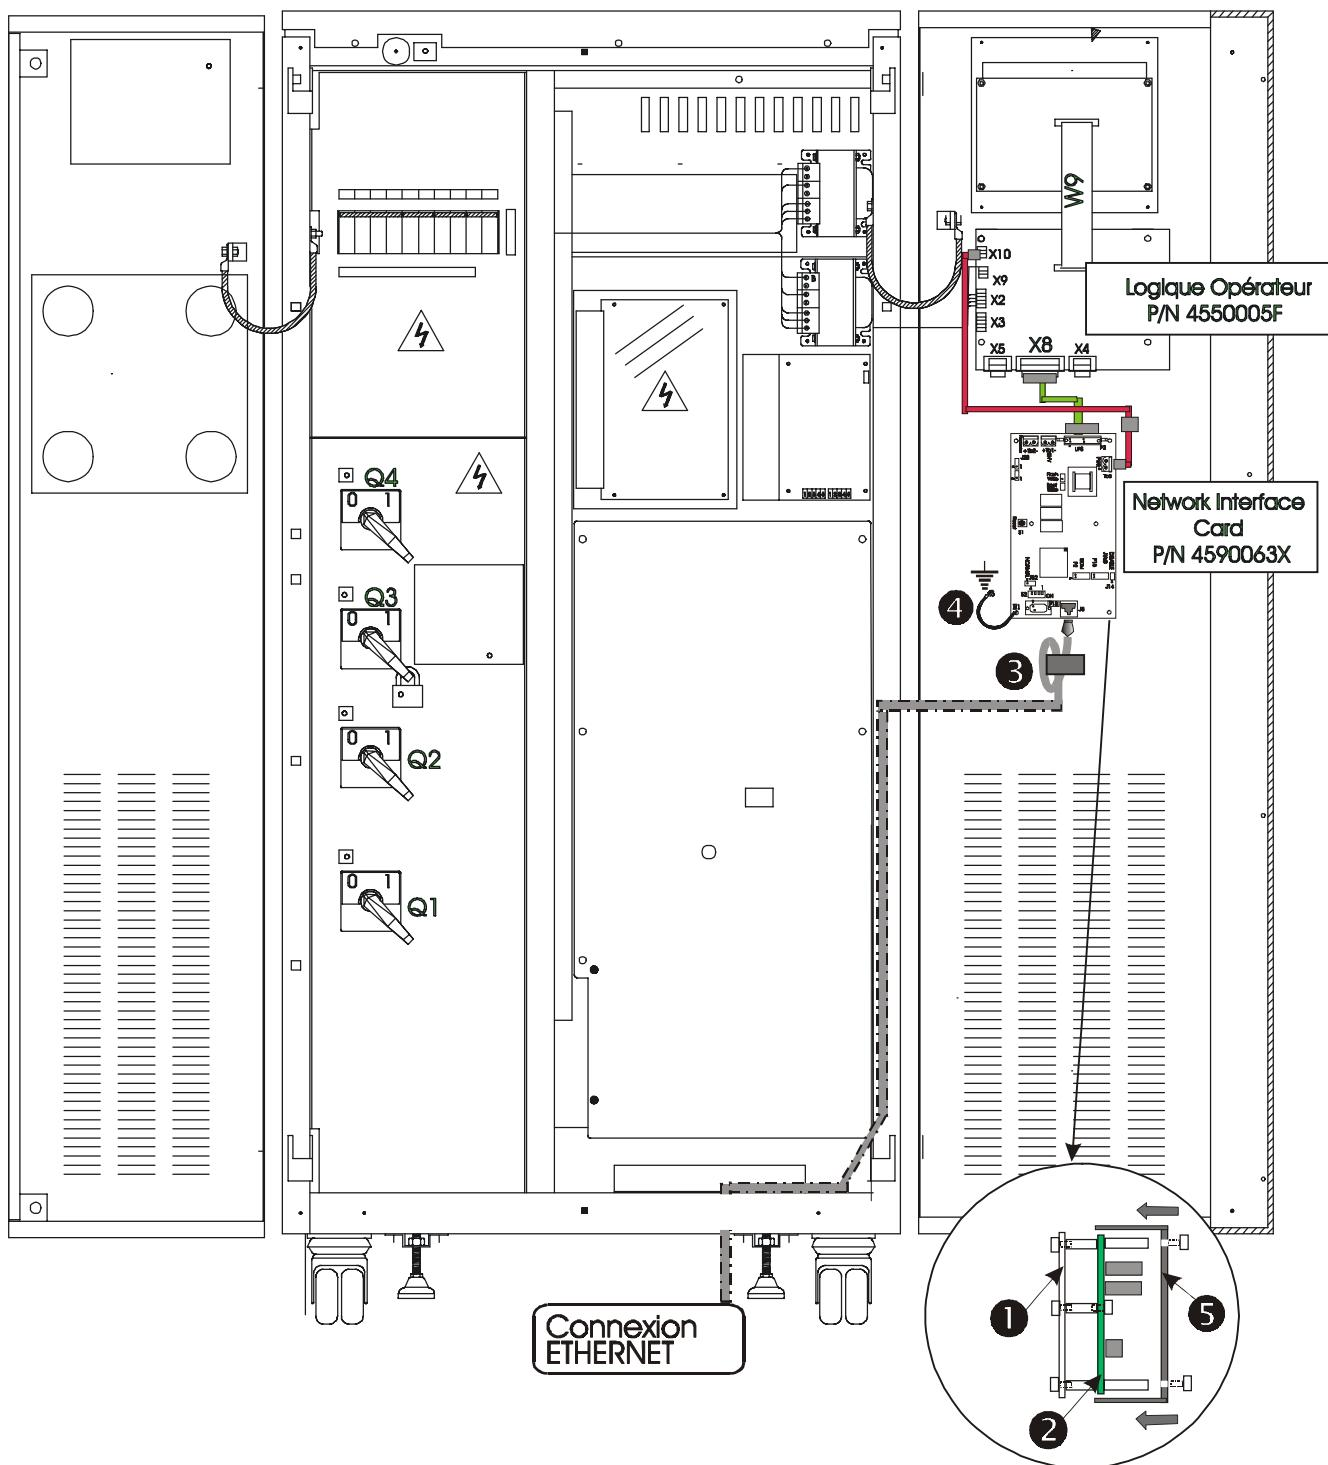
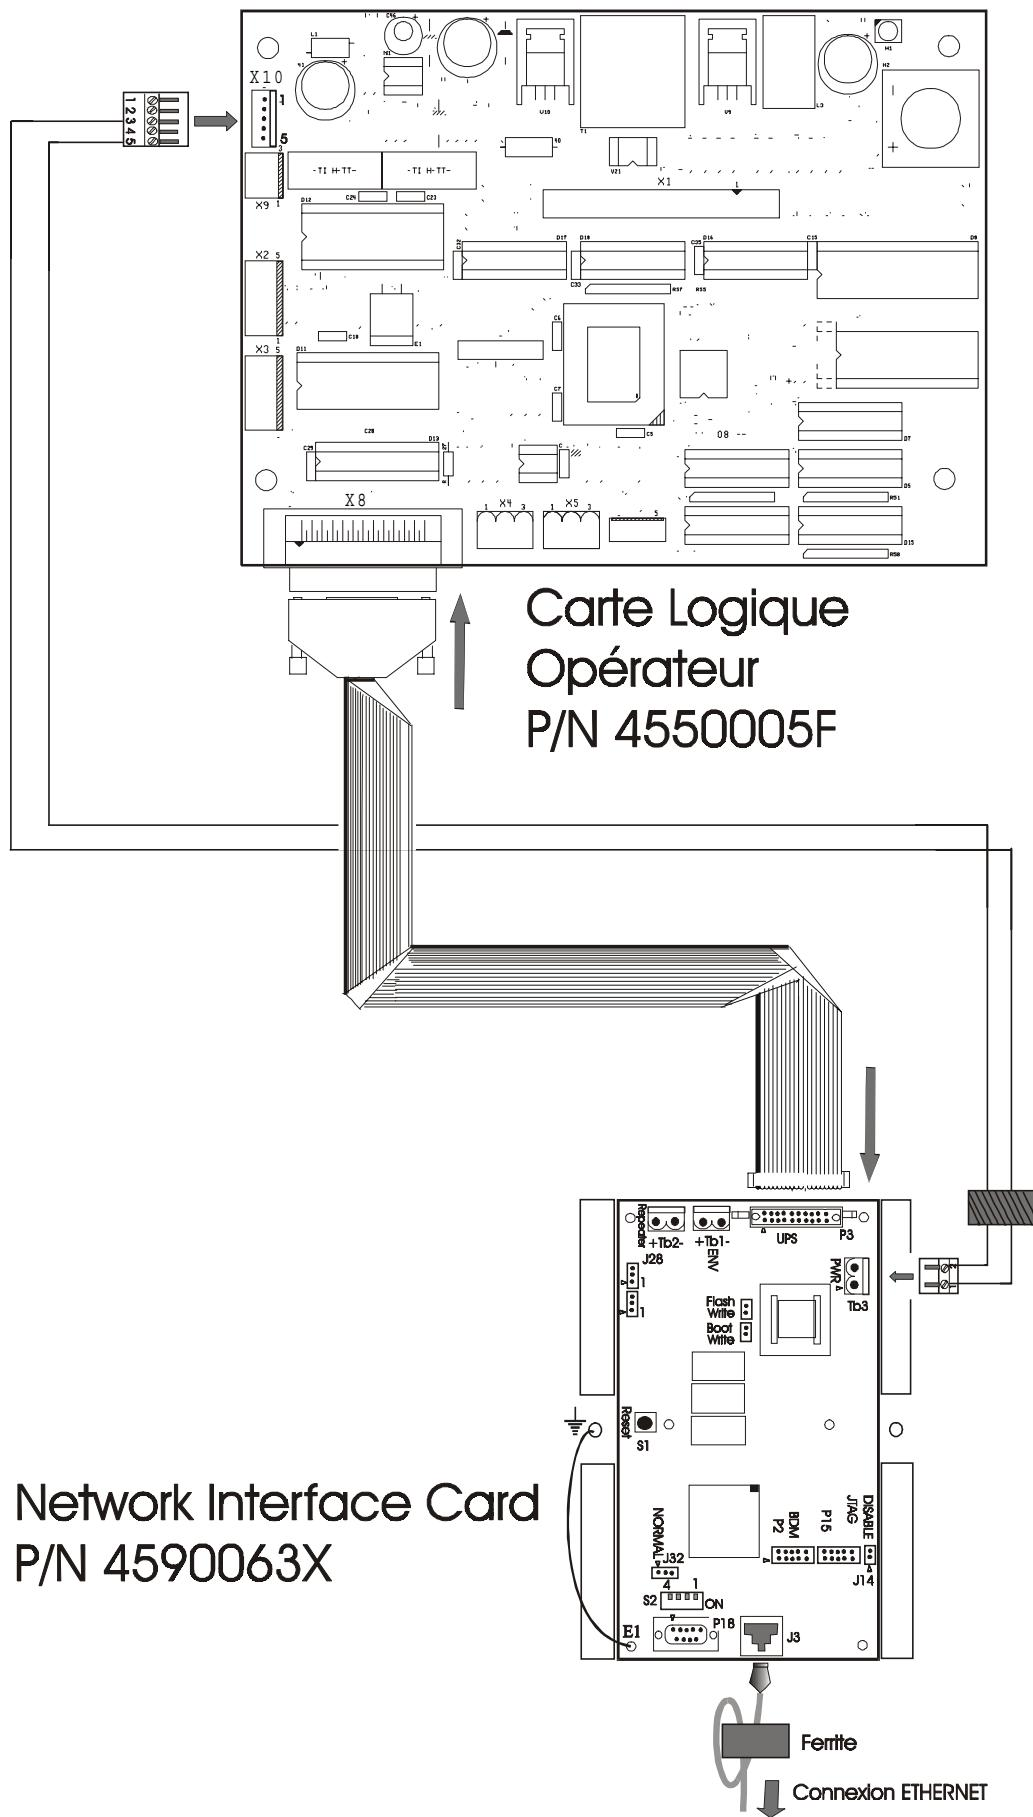

Figure 2-1 – Emplacement du kit P/N 4645114G à l'intérieur de l'armoire Série 7200.
Figure 2-3 – Connexions de la NIC à la carte Logique Opérateur.
Il faut utiliser deux connexions : une permanente avec le réseau Ethernet (voir Fig. 2-3) et l'autre sérielle provisoire pour configurer et prédisposer la NIC (voir Fig. 4-1).
La carte Logique Opérateur et la NIC se trouvent à l'arrière de la porte d'accès de l'ASI (voir Figures 2-1 et 2-2) ; elles sont protégées par une couverture métallique et elles sont connectées aux autres cartes électroniques de l'ASI. La NIC connecte l'ASI au NMS via une prise terminale RJ45 (J3) (Voir Figure 2-3).
La NIC est installée à l'arrière de la porte d'accès de l'ASI (voir figure 2-1).
1. Monter la plaque en aluminium ① de la NIC ② sur la position à l'intérieur de l'appareil (voir Figure 2-3), en utilisant les vis livrées avec l'appareil.
Effectuer les connexions de puissance et de signal sur les connecteurs de la NIC en suivant la Figure 2-3
4. Préparer un câble (type Catégorie 5, suivant les descriptions du paragraphe 2.5.1) du réseau ETHERNET à la prise RJ45 (J3 sur la NIC), en l'enroulant de deux tours sur la ferrite ③ fournie avec le kit.
6. Fixer le câble de sortie au réseau ETHERNET en suivant le parcours des câbles (voir Fig. 2-1) à l'aide des bagues fournies avec l'appareil.
7. Monter la couverture métallique ⑤ (fournie) en ayant soin de connecter le câble de mise à la terre ④ de E1 sur la NIC à la structure de l'armoire, à l'aide d'une vis de fixation de la couverture.
1. Enlever la « pièce métallique » de blocage ① au modem interne.
2. Enlever la couverture métallique ② protégeant la carte Logique Opérateur (4550005F).
3. Monter la NIC ③ à l'intérieur de la niche du modem (voir Figure 2-3) en utilisant les vis fournies avec l'appareil.